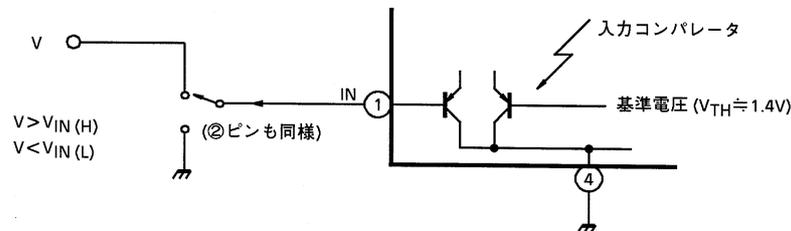

図 1
(1) 入力信号の入力方法
TA7257P の 2 つの入力端子 (①ピン、②ピン) は図 1 のように PNP 差動入力のコンプレータの入力に接続されています。コンプレータの他方入力は内部の基準電圧発生回路により作られた温度補償された基準電圧に接続されており、この電位をスレッショルドとして入力の“H”または“L”レベルが決定されます。